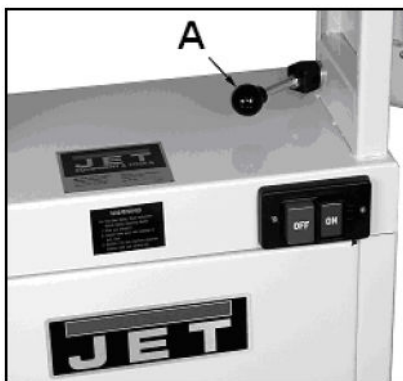

Рис. 10
Отключите станок от эл. питания. Ослабьте зажимную ручку (A) Рис. 10. Установите консоль в вертикальное положение. Между столом и шлифовальной лентой должен быть угол 90°, отрегулируйте и зафиксируйте 2 упорных винта (0° и 90°) на задней стороне станка.